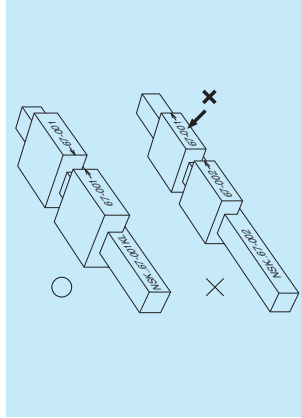

图 10.28
- 不得已需要将滑块从导轨上拔出时，请一定要确认产品编号和箭头朝向，装配时按照原方向插入 (图 10.28)